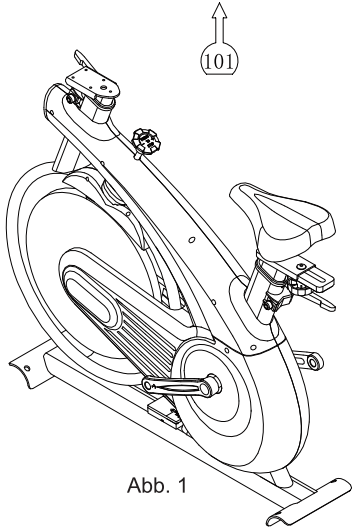

Abb. 1
1. Nehmen Sie wie in Abb. 1 gezeigt den Hauptrahmen aus der Verpackung und stellen Sie ihn aufrecht auf den Boden.